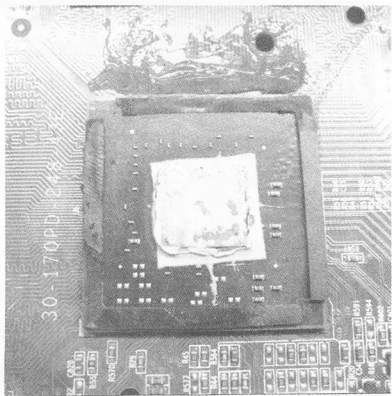

图 4-28 涂焊膏
(2) 涂适量 BGA 专用焊膏在 GPU 旁边，最好在 GPU 的左右两侧，不要涂在金手指边上或者对面，如图 4-28 所示。